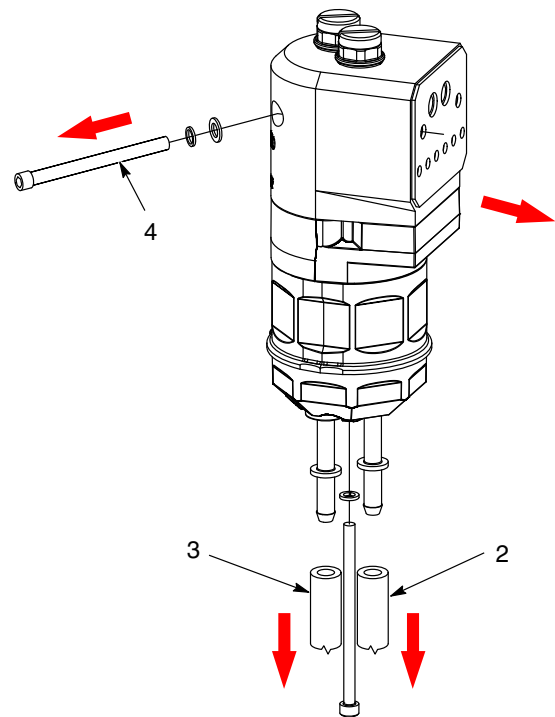
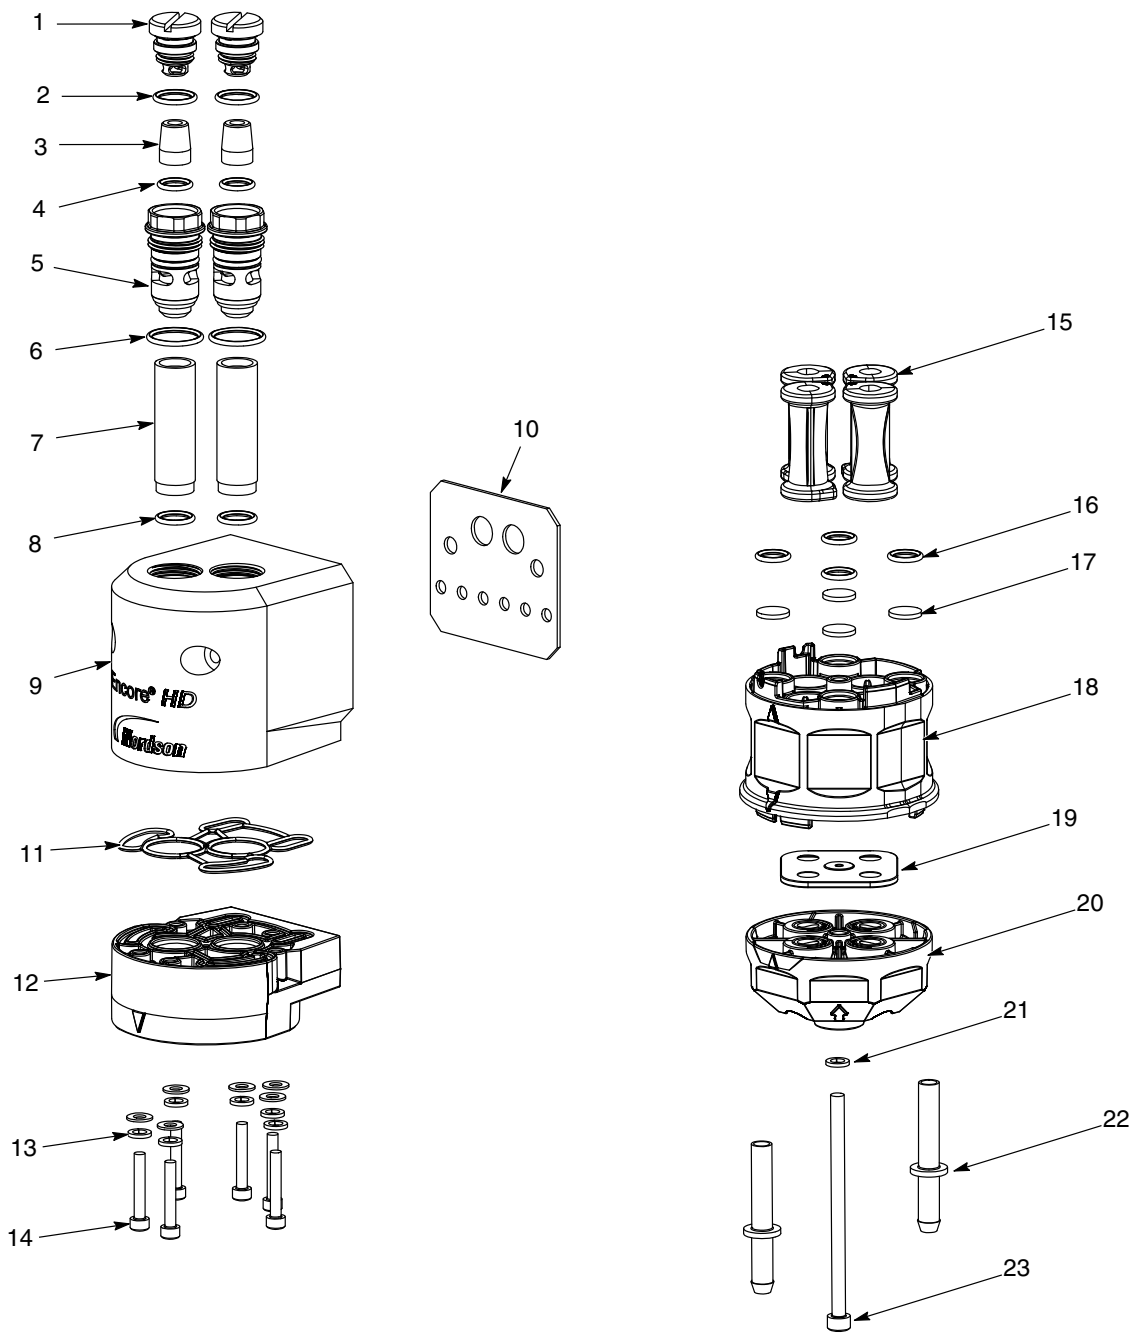

图 17 标准泵拆卸准备
图 18 泵拆解图 (图中所示为 Encore HD)
2. 请参见图 17。断开入口粉末管 (2) 及出口粉末管 (3) 与泵底部的连接
3. 拆下将泵固定到泵面板 (4) 的柜体安装五金件，然后将泵移到干净的工作表面。
4. 请参见图 18。先处理流化管，泵的卸载如图所示。除非粘合的衬垫已损坏，否则无需将其拆下。